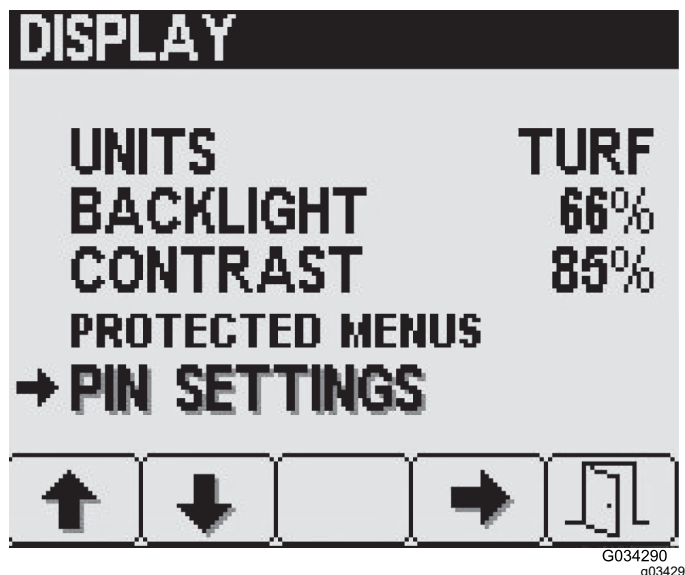

Рисунок 23
1. Нажмите кнопку 1 или 2 на экране DISPLAY (ДИСПЛЕЙ), чтобы перейти к пункту PIN SETTINGS (НАСТРОЙКИ ПИН-КОДА) (Рисунок 23).
2. Нажмите кнопку 4 для выбора подменю PIN SETTINGS (НАСТРОЙКИ ПИН-КОДА) (Рисунок 23).